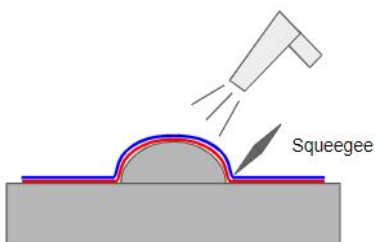

Fig.12
- 3) Presione el vinilo con fuerza alrededor del remache utilizando una espátula de plástico y una pistola de aire caliente. La temperatura aplicada deberá estar entre 45 y 60°C. Fig.12